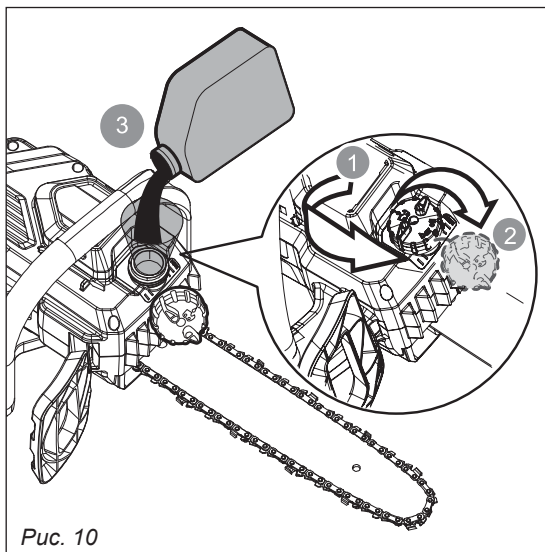

Рис. 10
**6.3. Заправка масла (рис. 10)**